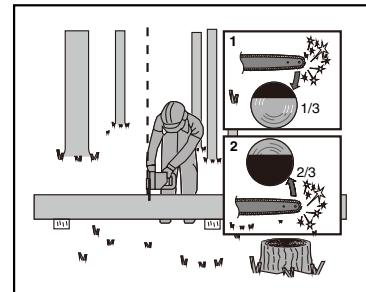

Abb. 5
Wenn der Stamm, wie in Abbildung 5 dargestellt, an beiden Enden aufliegt, schneiden Sie 1/3 des Durchmessers von der Oberseite (Überbuckeln) her ab (1). Machen Sie dann den letzten Schnitt durch Unterbuckeln (2) der unteren 2/3 des Durchmessers bis zum ersten Schnitt.